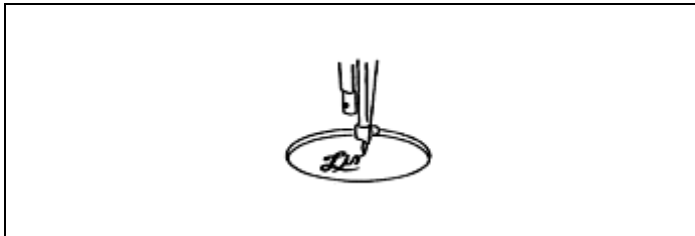

Fig. 31
4. Assegure-se de esticar o material entre os quadros de bordados interno ou externo, caso contrário poderá haver pontos pulados e quebra de pontos ou rugas no material (fig. 31).